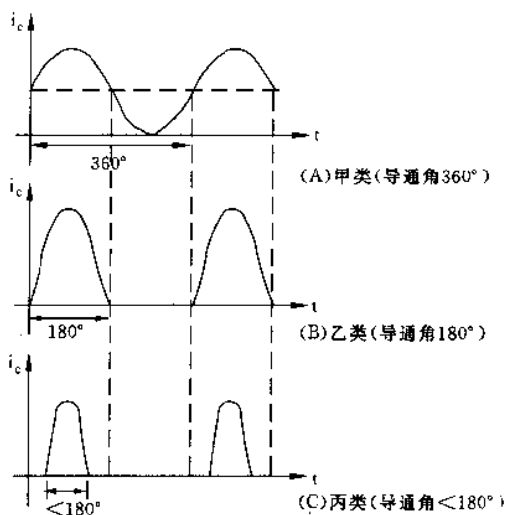

图 2-13
(1)三类放大器的输出波形比较。晶体管甲、乙、丙三类放大器的输出波形如图 2-13 所示。